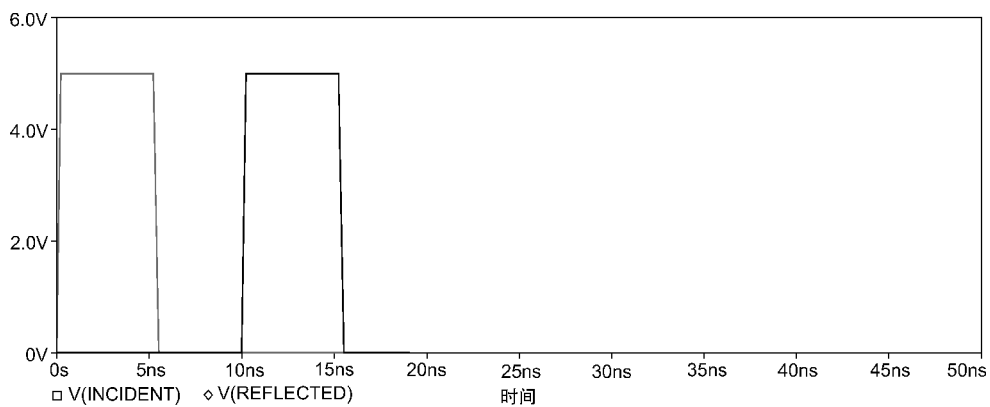

图 17.9 阻抗匹配时的电压波形
5. 如图 17.9 所示为脉冲源的电压波形和 10ns 延时后的负载脉冲电压波形。因为输入脉冲源的内阻和传输线构成分压器，所以电压幅值降为 5V。